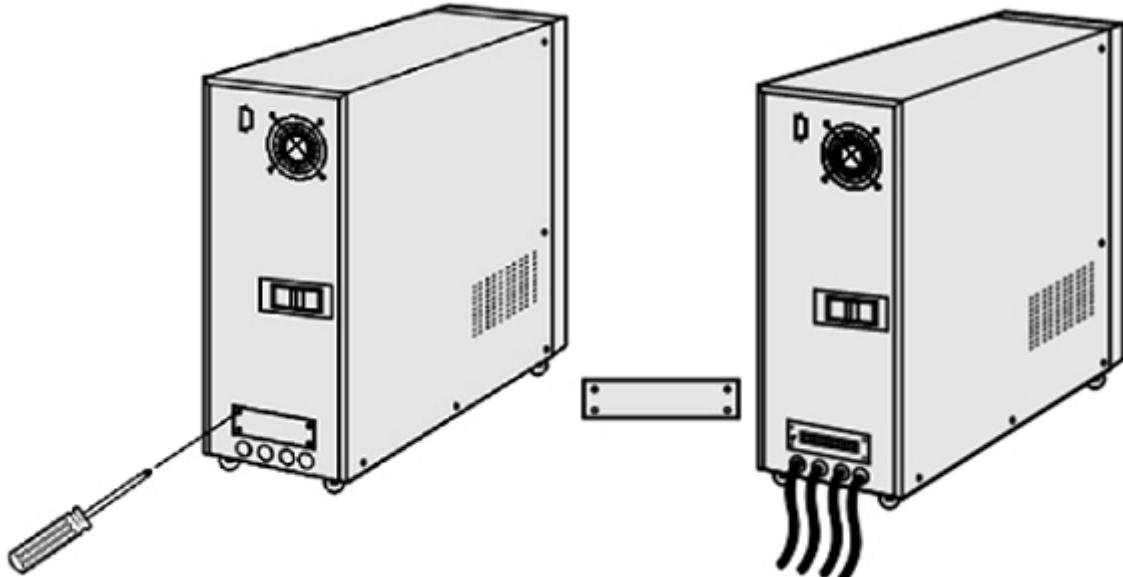
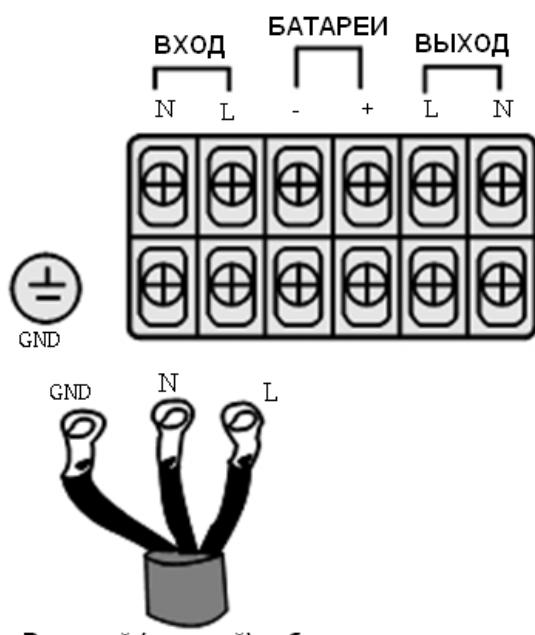

Рис. 11
Рис. 12
- (1) Клеммная панель расположена под силовым выключателем. Крестовой отвёрткой отверните два винта крышки закрывающей клеммную панель (Рис. 11)
- (2) Удалите крышку закрывающую клеммную панель, проверьте состояние (исправность) панели и маркировку клемм. Пропустите входной кабель через вводное отверстие под клеммной панелью. (В дальнейшем выходной и батарейный кабели также следует пропустить через вводные отверстия)
- Подключите проводники входного кабеля к соответствующим клеммам как показано на рис. 12.